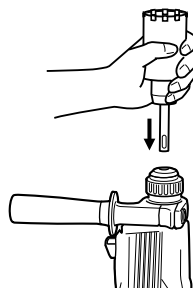

Fig. 18
- (2) Monter la queue de couronne sur le marteau rotatif à percussion. (Fig. 18)
- (3) Introduire la goujon central dans la plaque de guidage jusqu'à ce qu'il arrête.